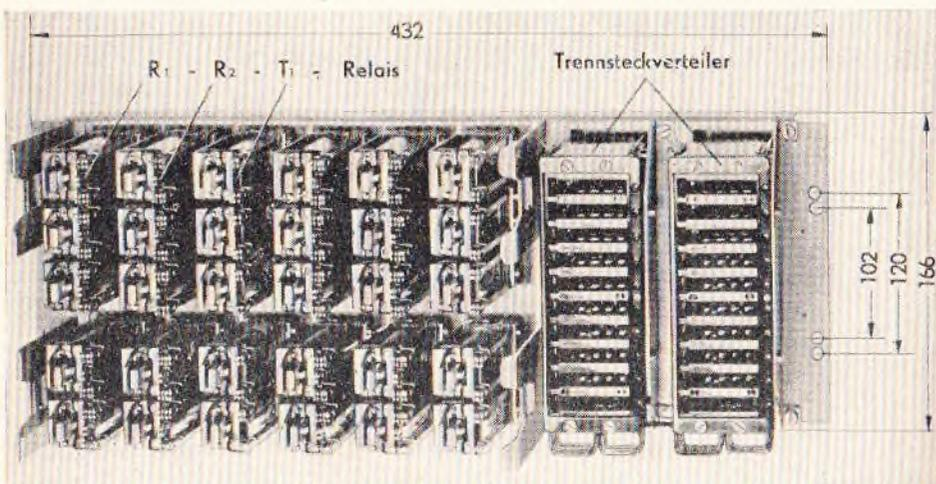

Bild 150. Gemeinschaftsübertragung 1/2 GÜe 53 VW (Rahmen mit 10 Übertragungen).
11. Gemeinschaftsübertragung 1/2 GÜe 53 VW: Siehe Bild 150, Schaltung siehe Bild 154.